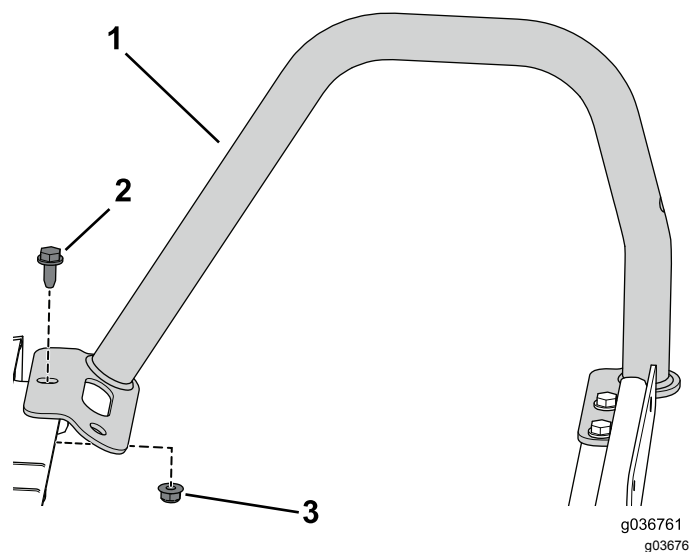

Figura 2
1. Retire os 3 parafusos flangeados (5/16 x 3/4 pol.) e as 3 porcas flangeadas (5/16 pol.) do apoio para a mão direito e retire o apoio direito (Figura 2).